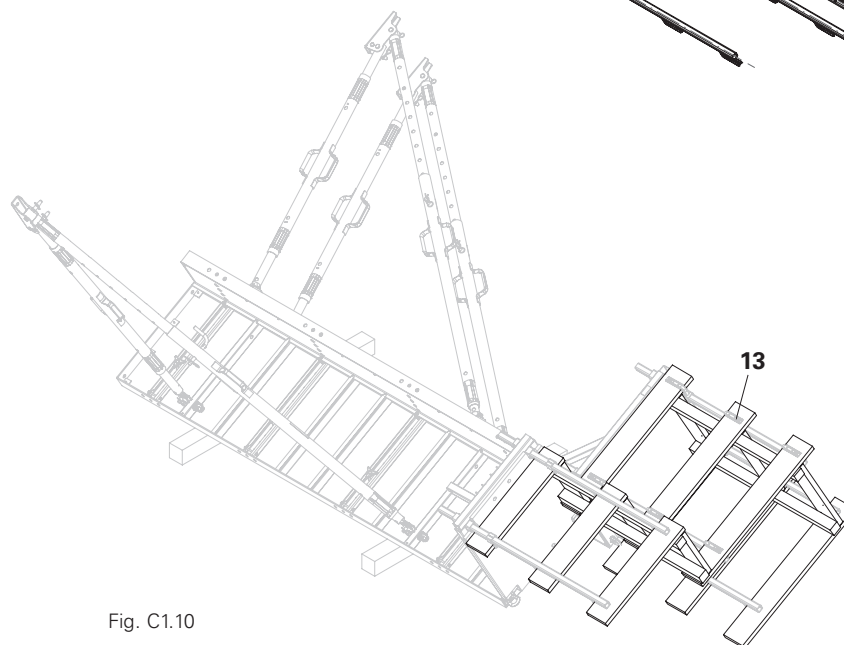

Fig. C1.10
3. Montare la protezione laterale. Mettere in sicurezza i lati liberi della pedana e i passaggi tra pedane con protezioni laterali (13). (Fig. C1.10)